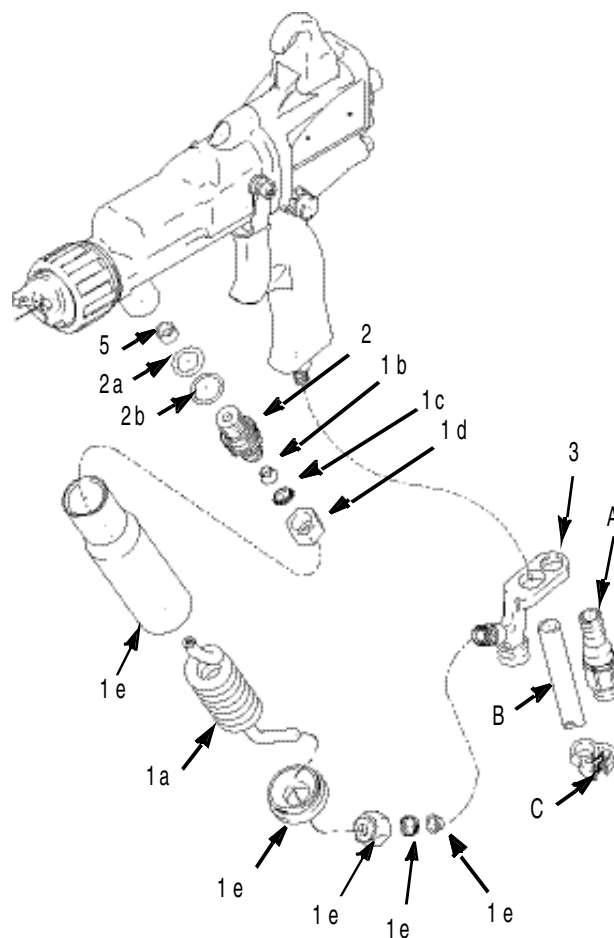

Fig. 3. Kit per la conversione 244919
6. Installare la nuova staffa (3) dal kit, senza stringere. Vedere Fig. 3.
7. Inserire il distanziale (5) nell'ingresso del cannotto. Applicare grasso dielettrico Graco (4) agli anelli di tenuta (2a, 2b) e a entrambe le filettature del raccordo del fluido (2). Inserire il raccordo nell'ingresso del cannotto.
8. Sistemare il dado (1d) nel raccordo (2). Assicurarsi che i ferruli (1c e 1b) si trovino sul flessibile (1a) e siano sistemati sul raccordo (2) prima di serrare il dado (1d).
10. Inserire l'estremità del flessibile a spirale (1a) nella staffa (3). Assicurarsi che i ferruli (1c, 1b) siano fermi sulla staffa.
11. Fissare la staffa serrando il raccordo (A). Serrare il dado (1d). Reinstallare il tubo di scarico (B) e il morsetto (C).